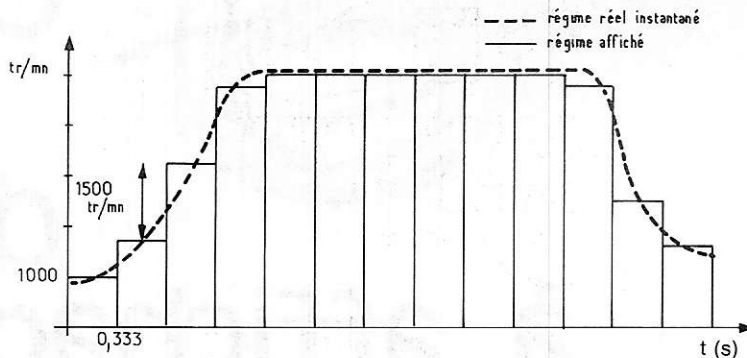

Figure 3 : Mise en évidence du manque d'inertie.
3) le manque d'inertie et l'aspect non ponctuel de la mesure (mauvais comportement en régime transitoire). Le comptage donne un résultat qui est la moyenne du nombre de tours moteur, pendant le temps de mesure ($0,33$ s), mais le manque d'inertie fait que, lors des variations de la rotation du moteur, il apparaît brusquement des différences de 1000 t/mn qui donnent un affichage anarchique. Le diagramme de la **figure 3** montre ces différences.